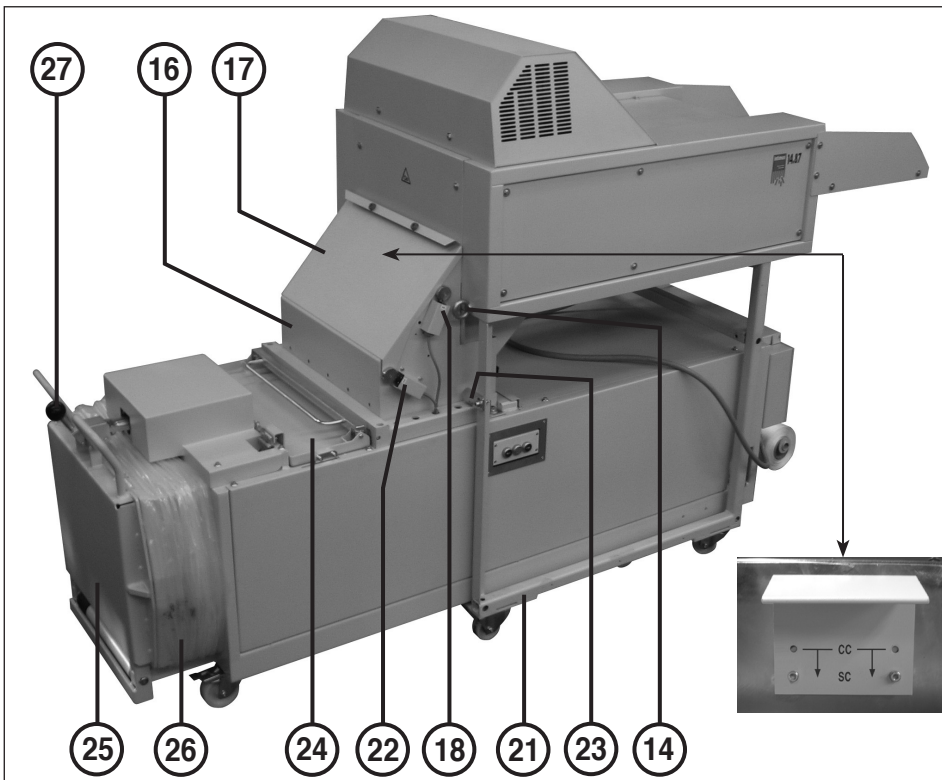

Abb. 7
### ZUSAMMENBAU DER KOMBINATION (Abb. 7, 8 und 9):
1. Den Verdichter unter den Shredder schieben. Shredder und Verdichter mit Hilfe der beiden dem Shredder beigelegten Fixierwinkel (23) verschrauben (Abb. 7).
5. Den Verschußhebel (27) (Abb. 7) um 180° drehen und den mitgelieferten Kugelgriff aufschrauben.